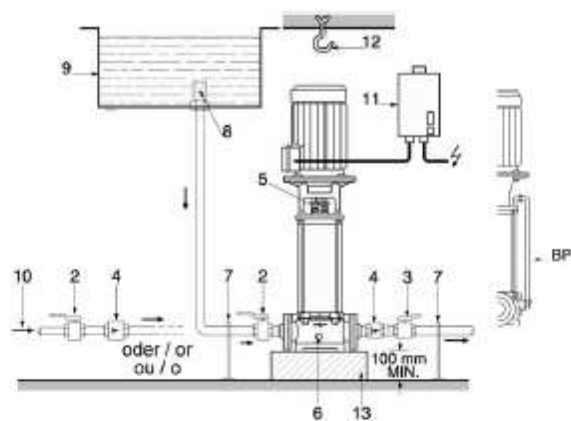

Fig. 2
На напорном трубопроводе должен быть установлен обратный клапан (рис. 2, поз. 4). При перепадах давлений более 6 бар, обратный клапан должен быть установлен на всасывающем трубопроводе. В этом случае на напорном трубопроводе устанавливать обратный клапан не требуется. Торцевое уплотнение должно быть защищено от работы при сухом ходе. Пользователь должен установить датчик давления на всасывающем трубопроводе или датчик уровня (при заборе воды из резервуара).
Если забор воды производится из резервуара, необходимо установить фильтр на всасывающей магистрали (рис. 2, поз. 8), чтобы предотвратить попадание грязи в насос.
При работе с горячими или агрессивными средами должна быть установлена перекрестная трубка (рис. 2, поз. BP – принадлежность).
-Закрыть оба запорных крана (перед насосом и после него) и отверните винт (рис. 2, поз. 5) для удаления воздуха из насоса на полтора-два оборота.
-Медленно открыть запорный кран (рис. 2, поз. 2) на входе в насос, подождать пока воздух не выйдет из насоса полностью и из отверстия для удаления воздуха не начнет течь вода. Заверните винт. Медленно открыть запорный вентиль за насосом и следить за показаниями манометра, установленного на выходе. Если показание нестабильно (стрелка колеблется) повторите процедуру удаления воздуха из насоса.
Если место установки не защищено от замерзания, то в холодное время года необходимо слить воду из насоса и трубопровода. Для слива воды из насоса необходимо: закрыть запорные вентили на всасывающем и напорном трубопроводах, открыть сливное отверстие (рис.2, поз. 6) и винт для удаления воздуха (поз. 5).